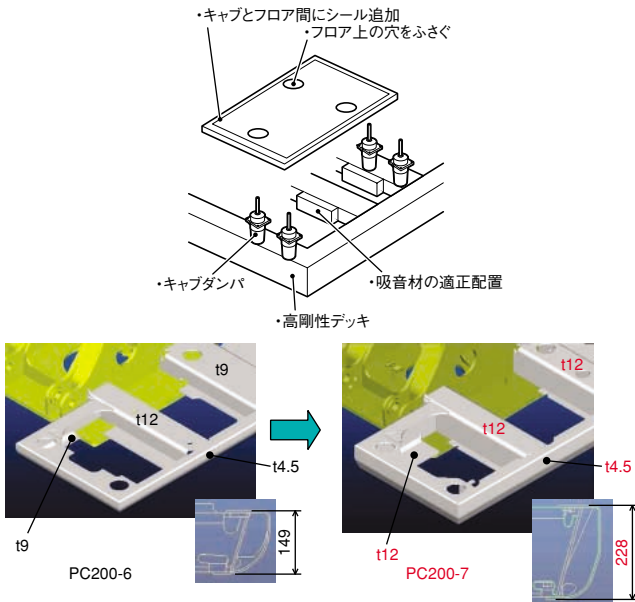

図10 デッキとフロアの低騒音対応
(3) オペレータキャブ内の低振動と低騒音を実現するため、オペレータキャブを支えるデッキの高さを6型のPC300並に高くし、構成部材も厚くすることで剛性を向上し、レボフレームを伝わる振動の伝播を下げた。キャブの下のデッキには吸音材を配置し、キャブとフロア間と、フロアとデッキの間の隙間をふさいで、空気を伝わる音の進入も遮断した。(図10)